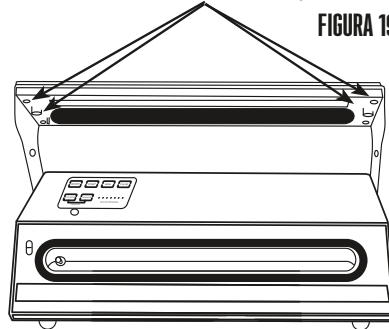

FIGURA 19
5. Usando un destornillador de estría, retire los cuatro (4) tornillos de la base de la tapa de plástico (**FIGURA 19**).